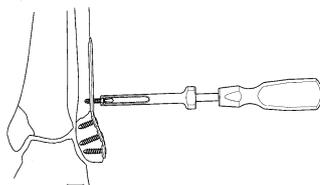

図10
- 10) 選択した長さの3.5 コーティカルスクリューを、ホールディングスクリュースリーブで把持し、六角2.5 ドライバー/六角2.5 パワービンドライバーを用いて挿入します。(図10)